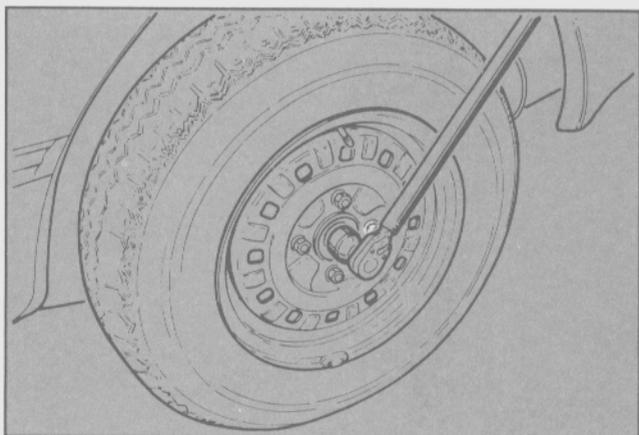

Fig. 71 - Ajuste de la tuerca del semieje.
- Apretar las tuercas de rueda y la tuerca de fijación al torque especificado. Asegurar la tuerca de retención al semieje, mediante una muesca practicada sobre el borde exterior de la tuerca que coincida con la ranura existente en el semieje (Fig. 71).